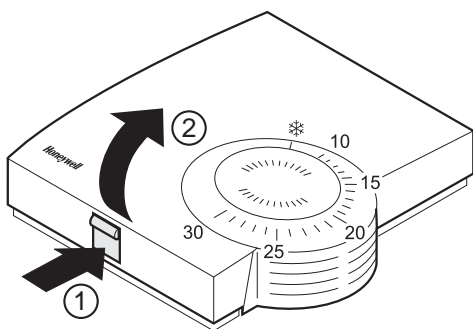

Abb. 11: Gehäusedeckel abnehmen
- ▶ Nehmen Sie den Gehäusedeckel des Raumgeräts HCW 80 ab (siehe Abb. 11).